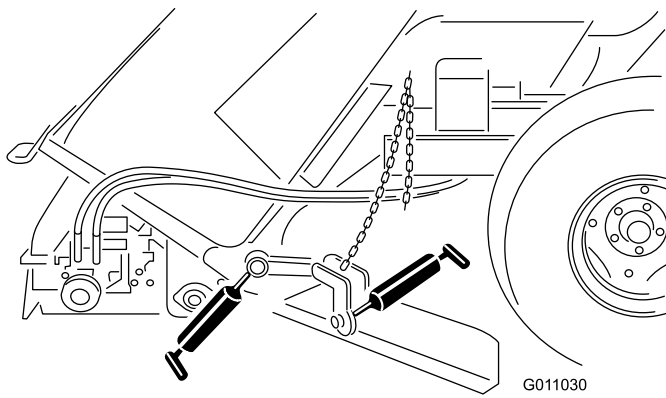

Figure 37
- Windrow blade mount (Figure 37).
- Windrow blade hub (Figure 37).